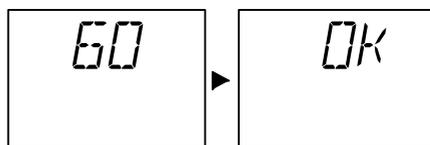

Рисунок 5.51
- Через 5 секунд после настройки желаемого значения времени постциркуляции насоса на ЖК-дисплее появится надпись «OK» в подтверждение того, что автоматическое сохранение установленного значения прошло успешно (см. Рисунок 5.51).